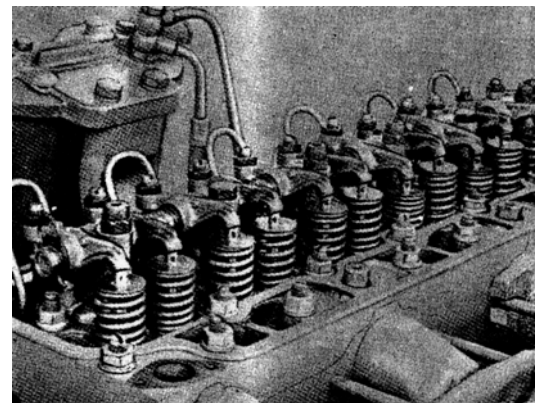

РИС. 57
- г) Отрегулируйте зазор клапанов под номерами 1,2,3,5,7 9, начиная с шестого цилиндра (рис. 57).